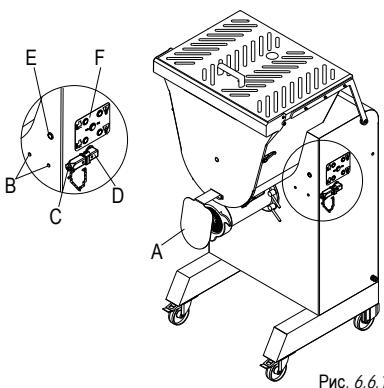

Рис. 6.6.1
6.6.1 Защита от брызг (А рис. 6.6.1)
Внимание: После подсоединения приспособлений 6.6.3 - 6.6.4 - 6.6.5, описанных выше, для их запуска необходимо нажать кнопку E. Если приспособление не будет использоваться в течение 20 секунд, необходимо повторно запустить его в работу, нажав кнопку E. По завершении использования приспособления, для работы в стандартном режиме необходимо закрыть розетку штекера пробкой C, как показано на рис. 6.6.1.